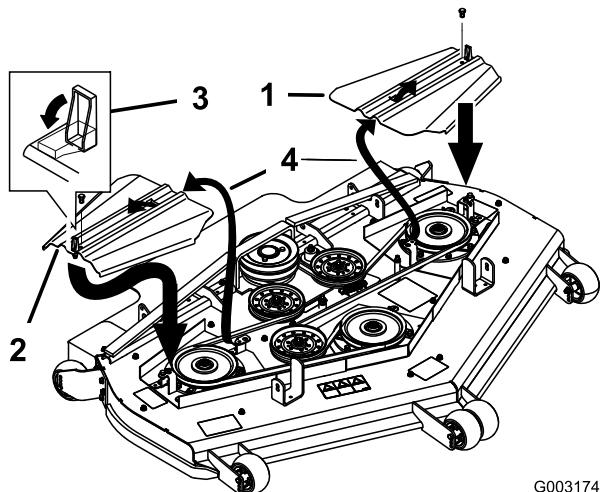
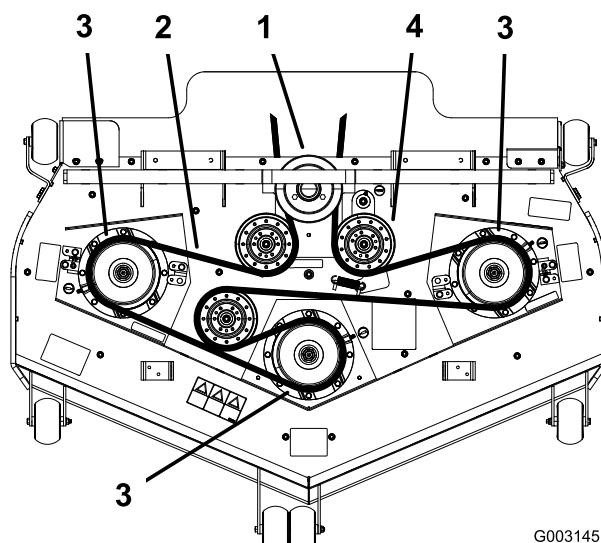

Figure 54
Figure 55
3. Retirez les vis et les couvercles de courroie (Figure 54).
6. Retirez la courroie des poulies du plateau de coupe et de la poulie inférieure de la poulie triple (Figure 54 et Figure 55).
7. Chaussez la courroie neuve sur les poulies du plateau de coupe et sur la poulie inférieure de la poulie triple (Figure 54 et Figure 55).
8. Tirez sur le bras pour détendre la courroie et alignez la courroie du plateau de coupe sur la poulie de tension (Figure 55).
10. Posez les couvercles de courroies en engageant les languettes dans les rainures. Posez les vis et fermez les verrous (Figure 54).